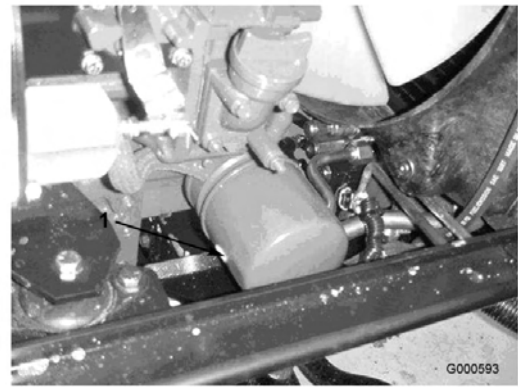

Bild 36
2. Entfernen Sie den Ölfilter (Bild 36). Ölen Sie die neue Dichtung am Ölfilter leicht mit frischem Öl ein, bevor Sie den Filter eindrehen. Ziehen Sie nicht zu fest.